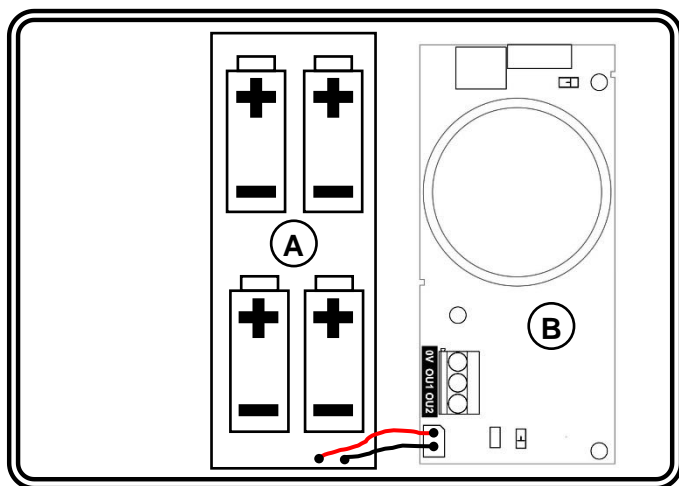
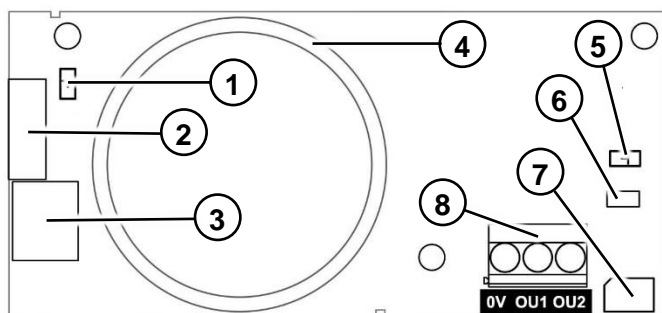

Figura 1 – Identificazione delle parti
Figura 2 – Scheda elettronica
Inserire 4 batterie nel portabatterie A (Figura 1) e collegare il cavetto al connettore BAT (Figura 2 rif. 7).
4. Premere il tasto **TAMPER** della sirena (Figura 2 rif. 2)
L'uscita viene attivata contemporaneamente alla suonata di allarme (Figura 2 rif. 8). L'uscita può essere impostata in due modalità elettriche di funzionamento tramite il ponticello JP1 (Figura 2 rif. 6). Vedi dettagli nella tabella seguente.